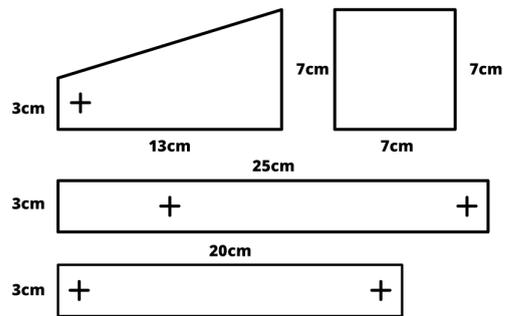

Figura 1
2. Desenhe em cada placa dois moldes de cada forma geométrica representada na figura 1;
9. Realize novamente esse procedimento, seguindo as medidas da figura 1;